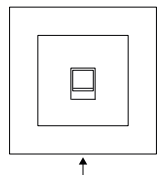

Figura 1
- 1 - Para abrir la LAN Stark QP, utilice un destornillador plano y haga palanca para abrir las 2 patillas de la parte inferior (Figura 1)